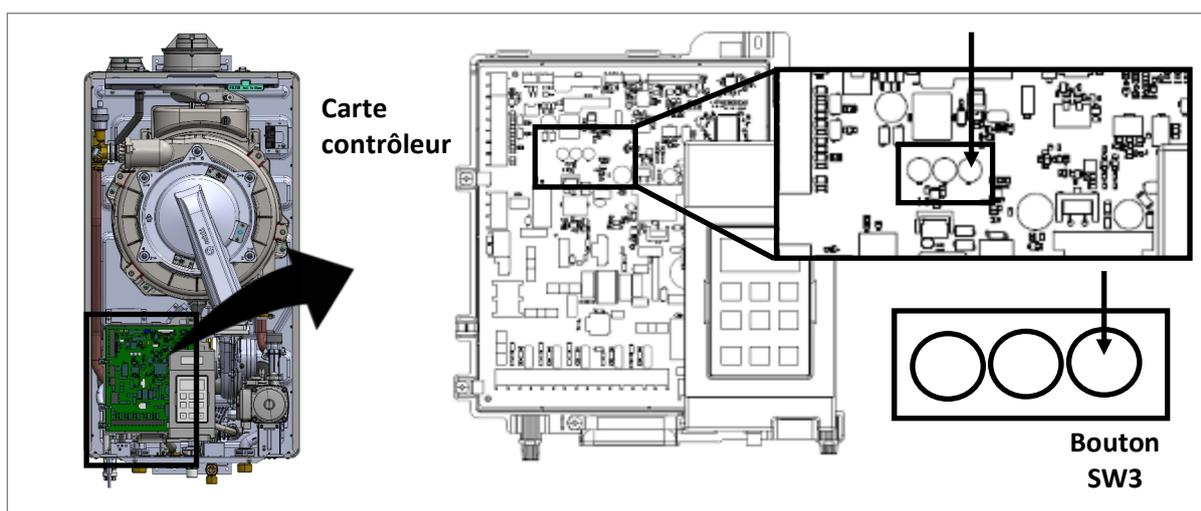
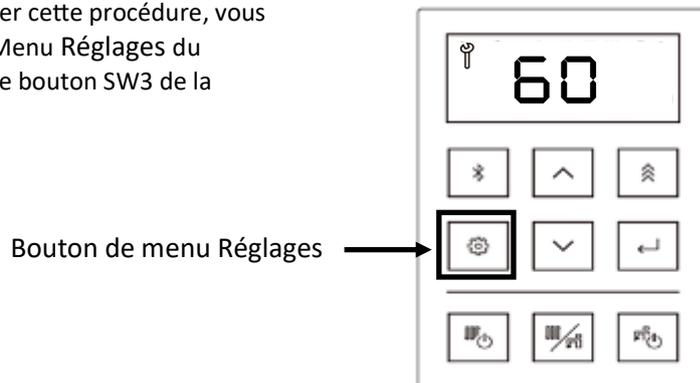

Figure 152
Figure 154
11. Appuyer sur le bouton SW3 de la carte contrôleur (figure 152).
16. L'afficheur indique « 60 » (figure 154), ce qui correspond au temps de rinçage restant en minutes. Ce nombre diminue de 1 par minute. Si le rinçage doit être interrompu, arrêter la pompe. Le nombre affiché ne diminue pas tant que l'appareil ne détecte pas d'écoulement d'eau. Lorsque la pompe se remet en marche, le temps de rinçage restant recommence également à diminuer.
Remarque: Si vous devez annuler cette procédure, vous pouvez appuyer sur le bouton Menu Réglages du contrôleur (figure 154), ou sur le bouton SW3 de la carte contrôleur (figure 152).